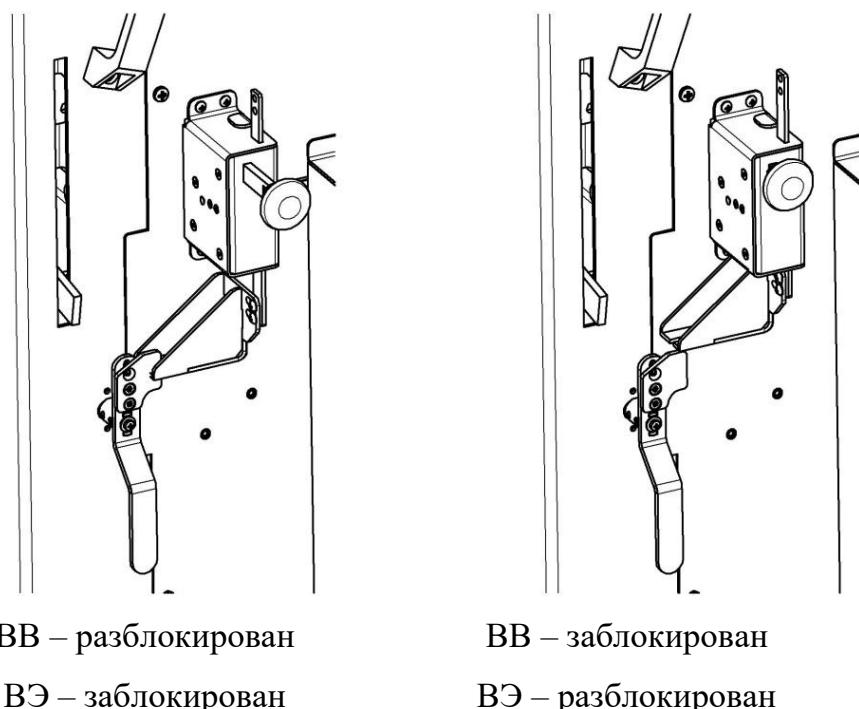

Рисунок 3 – Блокировка выкатного элемента
1.6.2 Реализуется это следующим образом, для вкатывания выкатного элемента в шкаф КРУ необходимо кнопку механизма блокировки и отключения перевести в положение «ОТКЛЮЧЕН И ЗАБЛОКИРОВАН» (рисунок 3). Далее повернуть ручку узла блокировки выкатного элемента и переместить выкатной элемент в нужное положение. Если после перемещения выкатного элемента необходимо включить коммутационный модуль, то кнопку механизма блокировки и отключения необходимо вернуть в положение «РАЗБЛОКИРОВАН» тем самым коммутационный модуль будет разблокирован.